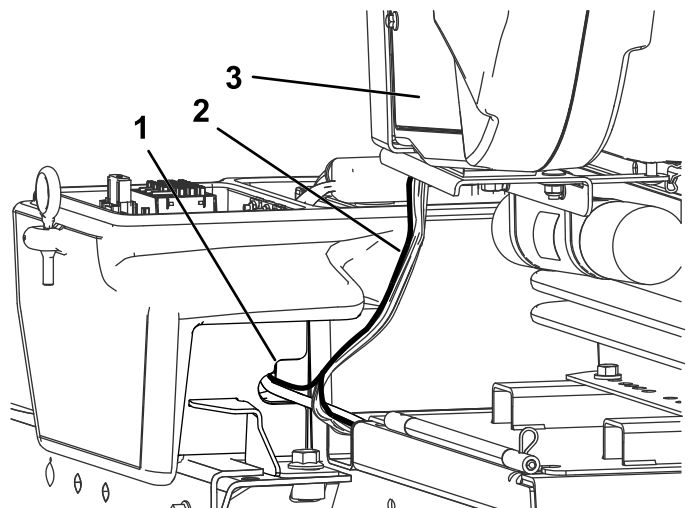

Figuur 22
1. Leid de kabelboom langs de bestaande kabelboom in de opening in het frame achter de stoel (**Figuur 22**).